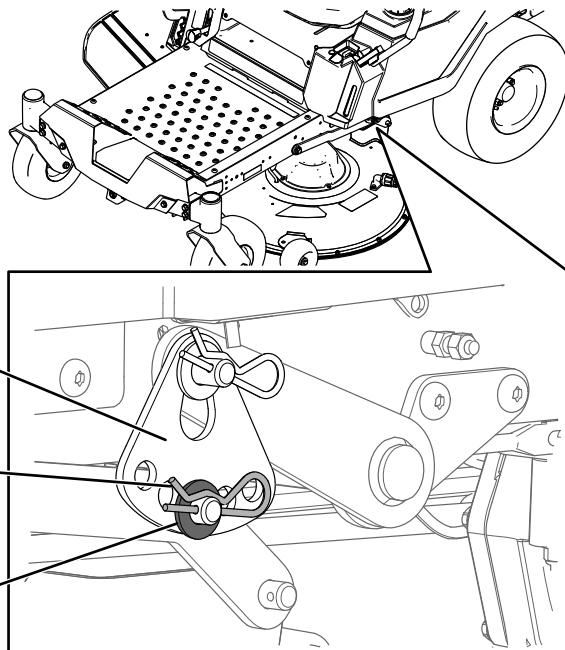

Figura 70
6. Rimuovete la coppiglia e la rondella dal perno del braccio di sollevamento inferiore (Figura 70).